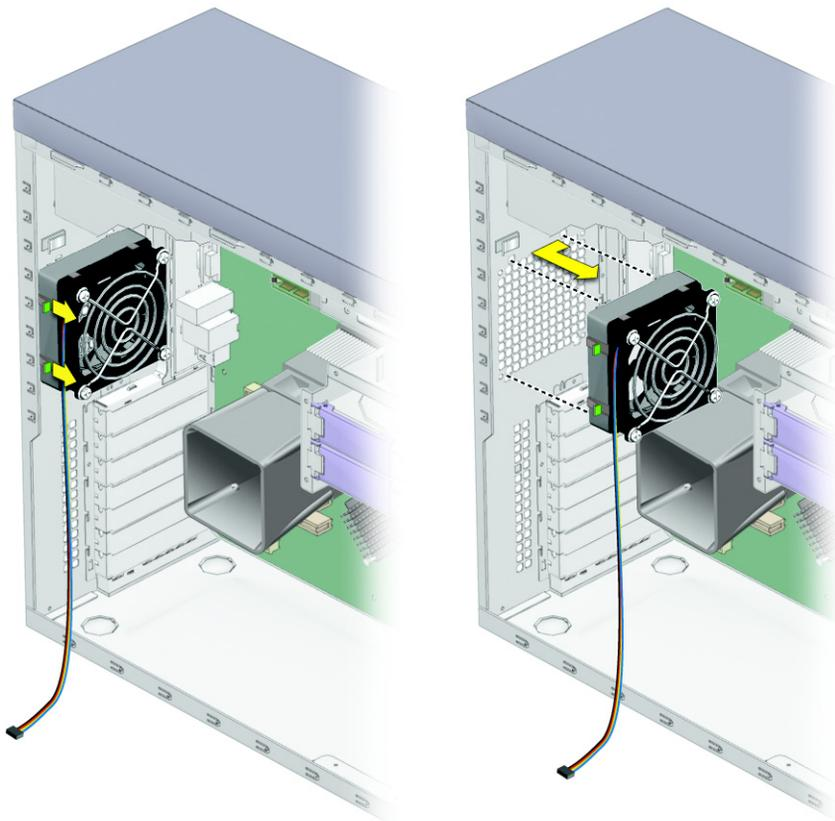

РИС. 4-24 Снятие вентилятора системы
5. Отожмите вперед два фиксатора на левой стороне кронштейна вентилятора и, потянув вентилятор влево, выведите четыре крючка на задней части кронштейна из зацепления с отверстиями в корпусе (см. РИС. 4-24).